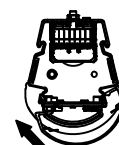

FIGURE 4: LENTILLE
- 7) Aligner sur la lentille en inclinant d'un côté et puis faites pivoter l'extrémité opposée autour d'encliquetage dans l'autre côté, comme le montre la Figure 4.